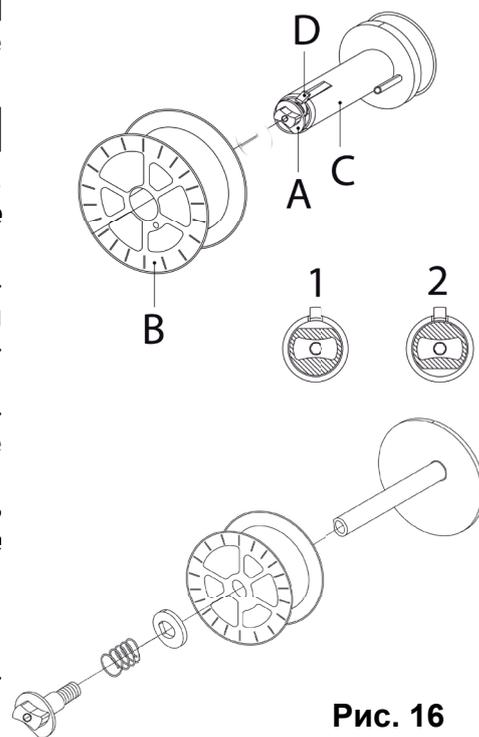

Рис. 16
- Откройте боковую панель отверстия катушки. Отвинтите гайку (A) разматывателя, повернув её в положение 1 (тормозной барабан). При необходимости заменить катушку извлеките пустую бобину, нажав на защёлку (D) (рис. 16).
- Удалите намотанный на катушку чехол и установите её на разматыватель. Наконец, снова завинтите гайку (A), повернув её на 180° (положение 2).